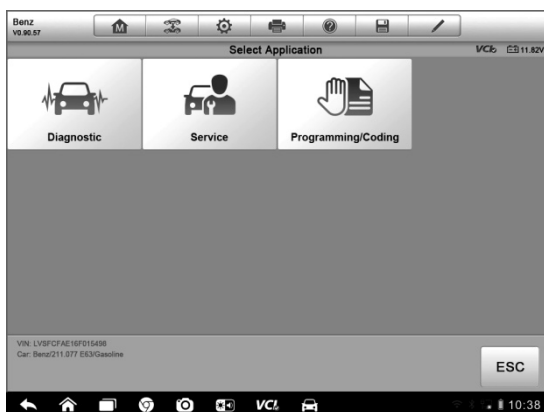

Figure 4-3 Exemple véhicule écran Diagnostics
5. Appuyez sur **Terminé**. Le véhicule sera identifié en quelques secondes, et une fois la comparaison est réussie, le système vous guide pour le diagnostic du véhicule directement l'écran (Figure 4-3)
9. Sélectionnez Oui et du diagnostic du véhicule écran affiche.(Figure 4-3)
6. Sélectionnez Oui et le véhicule écran Diagnostics s'affiche. (Figure 4-3)